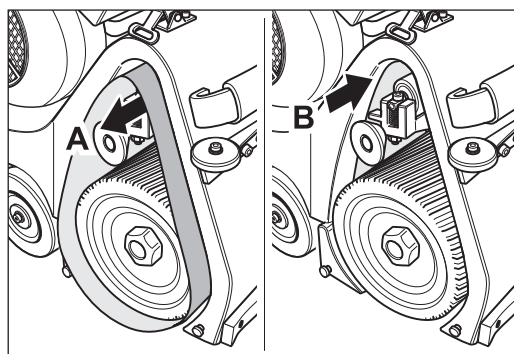
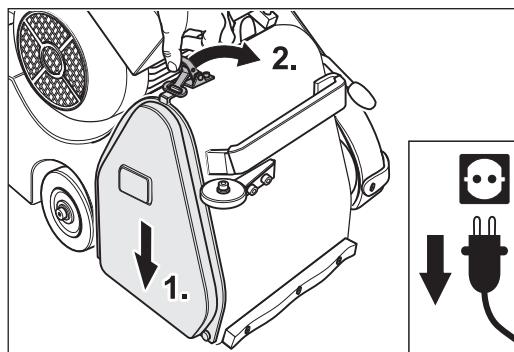

Abb. 70 Verläuft das Schleifband in Richtung **A** oder **B**, muss das Aggregat nachjustiert werden.
Abb. 71 Nach erfolgreicher Überprüfung und Einstellung des Schleifbandlaufs das Abdeckblech wieder anbringen.
- 5 Wenn das Schleifband entweder nach vorne (Richtung **A** in Abb. 70) oder nach hinten (Richtung **B** in Abb. 70) verläuft, ist eine Nachjustierung des Aggregats notwendig (→ *Abschnitt 7.3.2, Einstellung des Schleifbandlaufs*). Wenn das Schleifband nicht auf der Spannwalze verläuft, bringen Sie das Abdeckblech wieder an (Abb. 71).
Verläuft das Schleifband (Richtung **A** oder **B** in Abb. 70), muss es umgedreht werden und ein nochmaliger Testlauf erfolgen.
Läuft das Schleifband nach vorne (Richtung **A** in Abb. 70) und nach dem Umdrehen nach hinten (Richtung **B** in Abb. 70) oder umgekehrt, ist das Schleifband von schlechter Qualität und kann nicht verwendet werden (die Hülse ist konisch)!
- 9 Bringen Sie nach der erfolgreichen Einstellung des Schleifbandlaufs das Abdeckblech wieder an (Abb. 71).